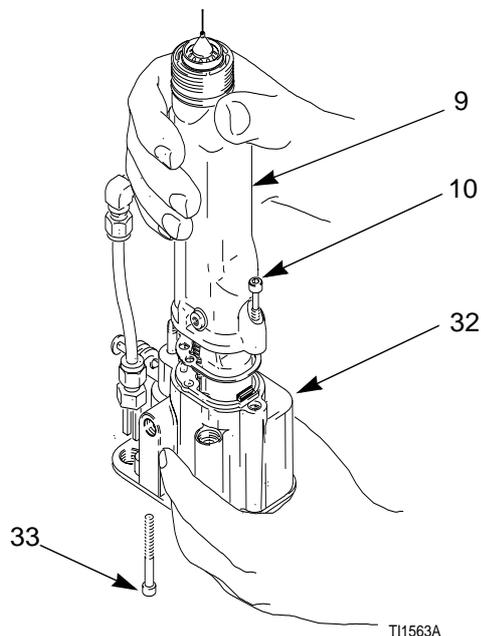

Fig. 28. Desmontaje del cañón
2. Desmonte el cabezal de aire, página 34. Desmonte la carcasa (2).
3. Afloje cuidadosamente la tuerca de ajuste del fluido (20). Saque el tubo (19) del acoplamiento (23). Asegúrese de que tanto los anillos de metal (21, 22) como la tuerca permanecen en el tubo.
4. Saque la contratuerca (28) y el brazo del actuador (29). Vea la página 38.
5. Afloje los tres tornillos (10, 33). Vea Fig. 28.
6. Sostenga el cuerpo de la pistola (32) con una mano y empuje el cañón (9) hacia fuera, teniendo cuidado de mantenerlo recto. Vea Fig. 28.